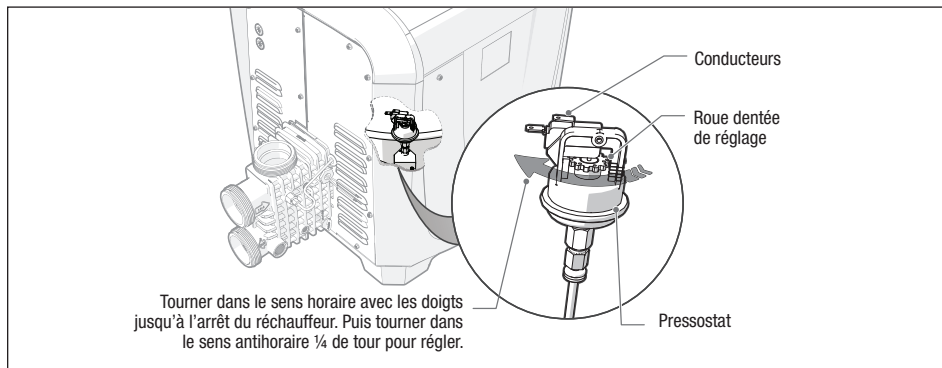

Figure 13. Réglage du pressostat d'eau
- Retirez le panneau latéral pour accéder au pressostat d'eau. Voir Figure 13.
- Tournez lentement la roue dentée de réglage du pressostat dans le sens antihoraire d'un quart de tour. Le réchauffeur doit se remettre en marche. Voir Figure 13.